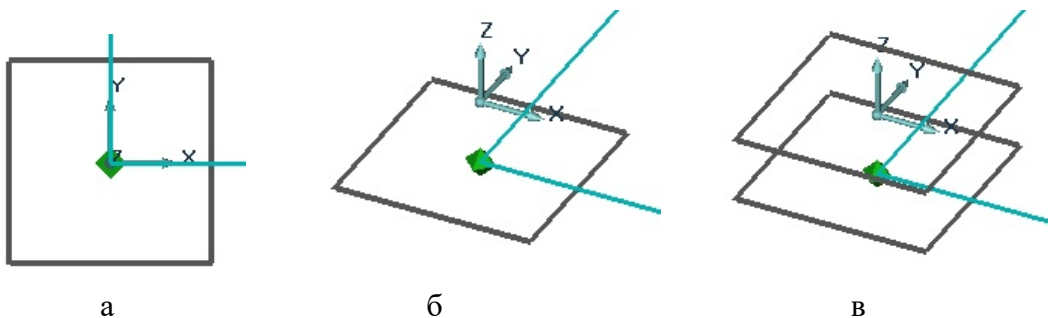

Рис. 27. Построение профилей модели
Включите инструмент **Прямоугольник**, тип линии **Сплошная толстая основная**. Постройте квадрат со стороной 30 мм. Для этого используйте перемещение курсора: левый нижний узел (**<D>**, **5**, **<Enter>**, **<Home>**, 3 шага влево и 3 шага вниз, **<Space>**). Аналогичным образом задайте правый верхний узел (15 мм выше и правее начала координат) (см. рис. 27а).
**метрический вид** и установите Рабочую плоскость на 10 мм выше первоначального положения. Для этого задайте координату: **<Z>, 10, <Enter>** (см. рис. 27б). Постройте второй квадрат, равный предыдущему (см. рис. 27в).